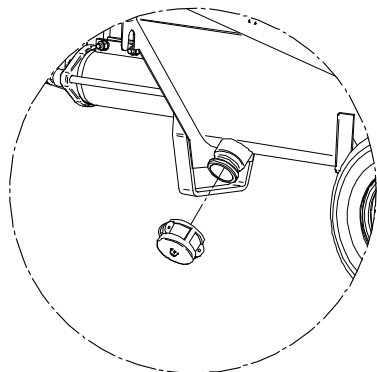

FIG.11
-Togliere il tappo posto sotto la tramoggia (fig.11) e con dell'acqua pulire accuratamente la macchina partendo dallo schiacciatacchi se installato.
Nel caso in cui si preveda vi sia la pur minima possibilità di gelo, aprire il tappo della tramoggia, sganciare le tubazioni e far scaricare completamente l'acqua (fig.11).